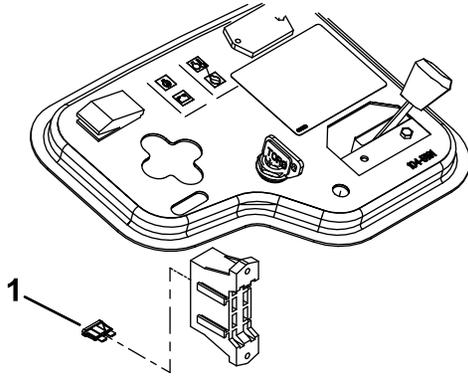

Bild 7
9. Setzen Sie die Sicherung (10 A) in den offenen Steckplatz im Sicherungskasten ein (Bild 7).